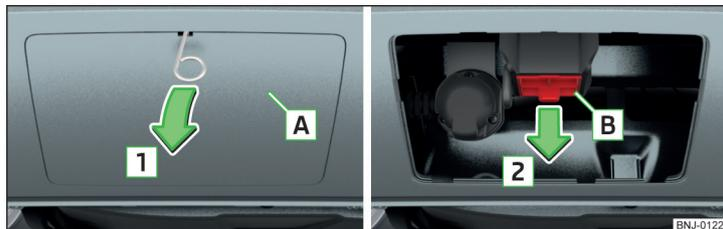

Fig. 154 Retirez le capuchon : au niveau de la boule d'attelage arrière / pour le logement de rangement
➤ Retirez le cache **A** » fig. 154 dans le sens de la flèche **1** à l'aide de l'étrier fourni avec l'outillage de bord pour retirer les enjoliveurs intégraux de roue » page 174.
Conservez les caches **A** et **B** » fig. 154 dans un endroit adapté du coffre à bagages après les avoir retirés.
- Installez le cache **B** » fig. 154 à la page 134 dans le sens opposé de la flèche **2**.
- Positionnez le cache **A** » fig. 154 à la page 134 sur les « crochets » dans la zone inférieure du pare-chocs.